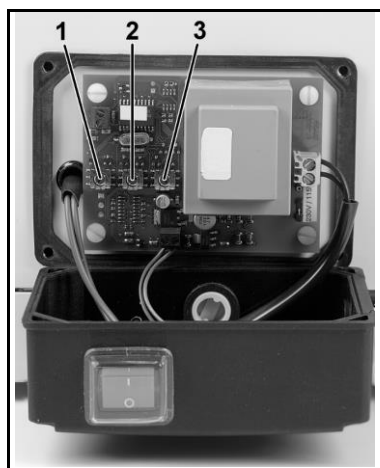

Abb. 8: Steuerungskasten des
3. Am Steuerungskasten die Überwurfmutter der Kabelzuführung lösen; anschließend mit einem Schlitzschraubenzieher die vier Schrauben des Steuerungskastens lösen, den Deckel nach vorne klappen und ablegen (siehe Abb. 8).
4. An den Schaltern **1, 2, 3** (siehe Abb. 8) die gewünschten Werte einstellen. Zur Erläuterung der Schalter sowie für die einstellbaren Werte siehe Tabelle 9.